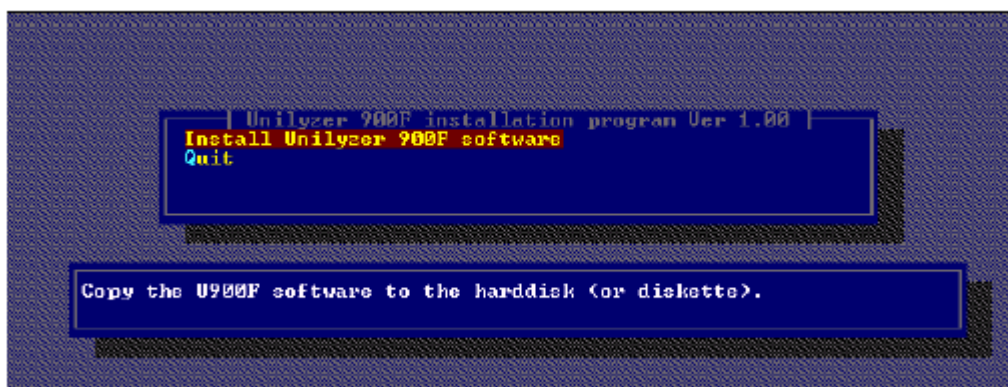

图2 安装程序
2. 然后开始安装软件。从显示的菜单中选择 “Install Unilyzer 900F Software”（见图 2），安装程序会显示出批示：C: \U900F（如果你尚未另外命名），软件即应被安装于此处。